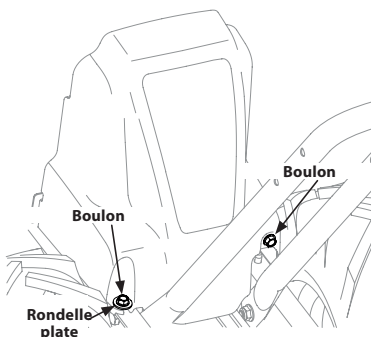

Figure 22
3. Retirez le boulon (1/4-20 x 0,500) et la rondelle plate (0,28 x 0,74 x 0,500) à gauche du couvercle de courroie (si présent) et le boulon (1/4-20 x 0,500) à droite du couvercle de courroie. Retirez le couvercle de courroie. Voir la Figure 22.